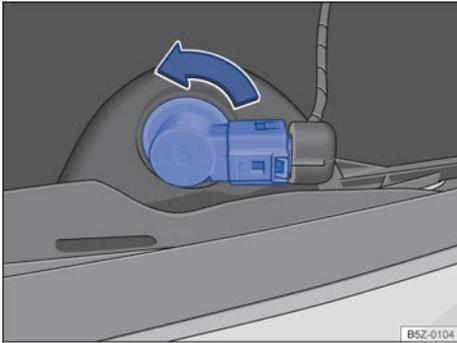

Fig. 174 Detrás del paragolpes trasero: acceso a la lámpara incandescente de la linterna de neblina (sólo lado izquierdo).
3. Gire el portalámpara ⇒ **fig. 174**, en sentido antihorario de la flecha y desencájelo del alojamiento.